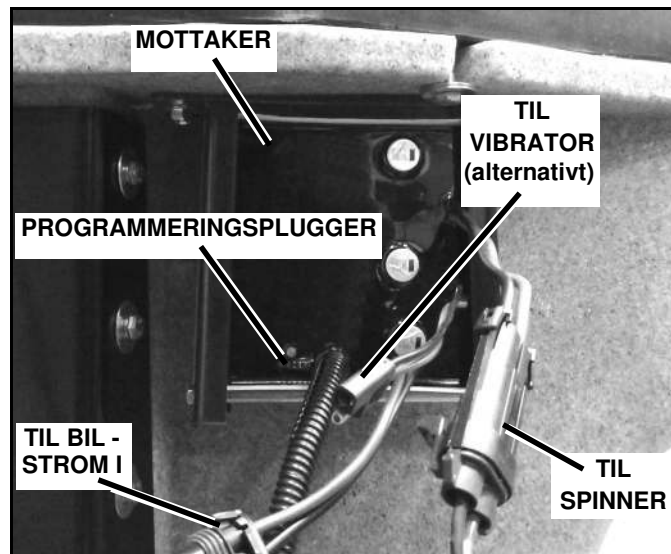

Figur 1-5
1. Ta mottaker-braketten ut av innpakningen og plasser den under den øvre kanten på spredetrakten på førersiden. (Se figur 1-5).